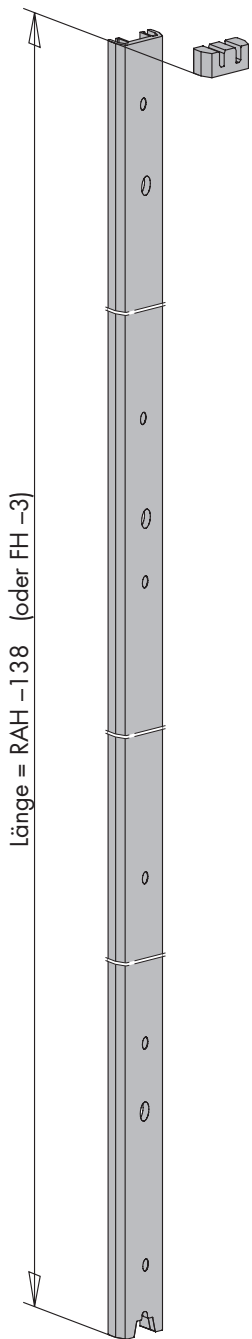
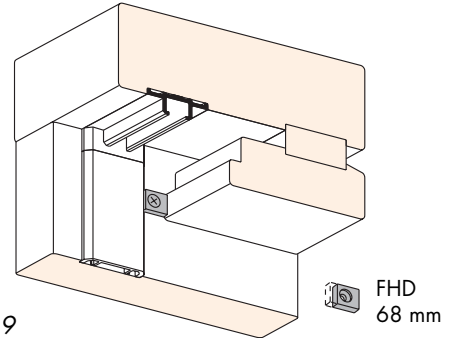
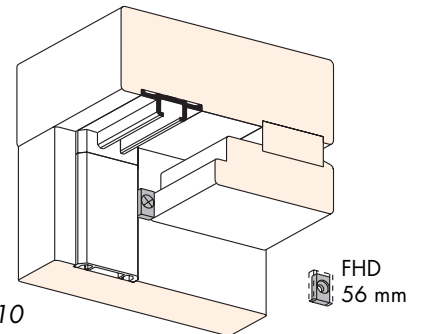

Bild 8
Bild 9
Bild 10
- D** Einbau der Dichtungsschiene B (34).
- Dichtungsschiene B (34) ablängen (Bild 8).
- Dichtungsschiene B (34) einsetzen (siehe Seite 12) und anschrauben.
- Füllstück, oben (20) einsetzen (Bild 8) .
- E** Einbau des Dichtteil, oben (11).
- Dichtteil, oben (11) entsprechend Flügelholzdicke 68mm (Bild 9) oder 56 mm (Bild 10) anschrauben .